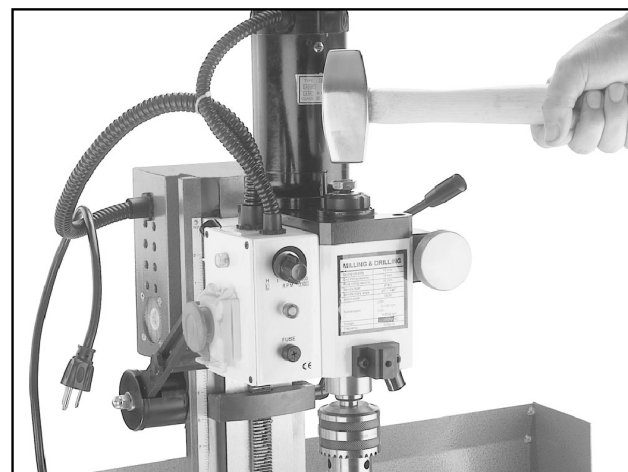

Fig. 10 Tapning af bolt med hammer.
5. Med hjælp af en messing eller træ hammer tap møtrikkens ende i overensstemmelse med **fig. 10**. Borepatronen skal nu være løs i spindlen.